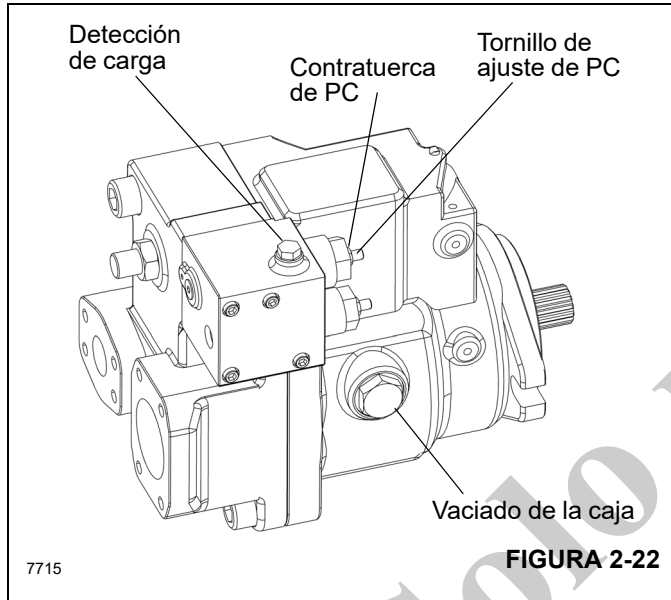

FIGURA 2-22
2. Si la indicación de presión es menos que el ajuste de presión máxima de la bomba, eleve el tornillo de ajuste de compensación de presión (PC) de la bomba como se muestra en la (Figura 2-22). Afloje la contratuerca M8 y utilice una llave Allen de 4 mm para hacer el ajuste. El giro en sentido horario aumenta el ajuste; cada vuelta representa 100 bar (1450 psi).
3. Aumente el ajuste del compensador de presión (PC) hasta alcanzar la presión de alivio principal (Tabla 2-5) en el manómetro. Se debe escuchar un silbido en la línea de alivio principal y se debe sentir un caudal grande de aceite hacia el depósito en la línea de retorno al depósito hidráulico. Esto significa que se alcanzó el ajuste de alivio principal.
2. Arranque el motor y active la palanca del malacate. Ajuste la válvula de ajuste de compensador de presión (PC) (Figura 2-22) en sentido contrahorario para obtener la presión correcta. Consulte la Tabla 2-5 para una indicación correcta de la presión máxima de la bomba.